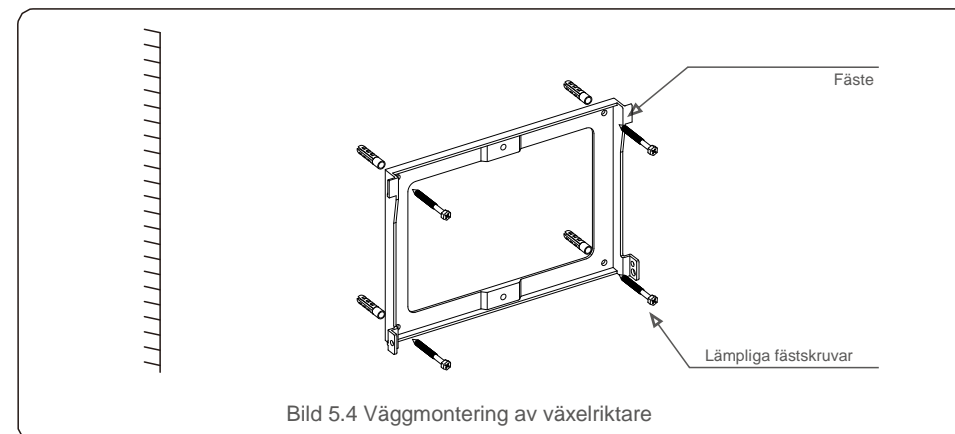
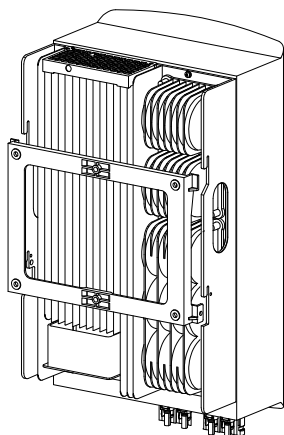

Bild 5.4 Vägmontering av växelriktare
Bild 5.5 Montering av växleriktare
Se bild 5.4 och bild 5.5. Växelriktaren ska monteras vertikalt.
1. Se bild 5.4, expansionsbulvhålen är baserade på diametern på fästhålerna (ST6.3 \* 60 tvärförsänkta sexkantskruvar, HJ0108 10\*50 mm expanderbara rör), med slagborrning med 10 mm borr för att förbli vertikal på väggen. Borrhålet måste vara vertikalt på väggen. Och alla borrhåls djup ska vara 60 mm.
2. Se till att fästet är horisontellt, och att monteringshålerna (i bild 5.4) är markerade korrekt. Borra hålen i väggen där du har markerat.